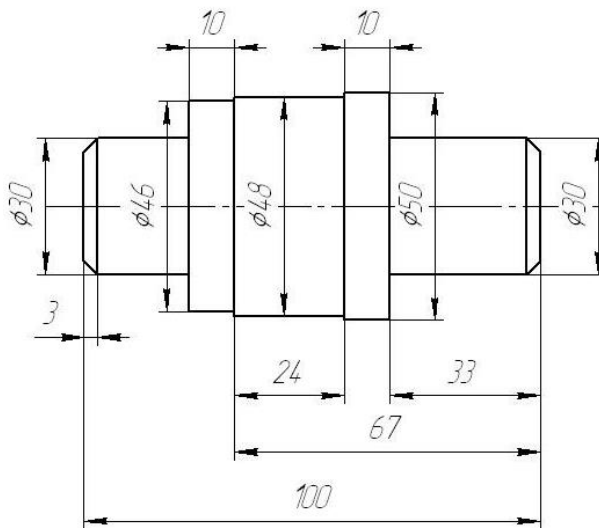

Рисунок 13.1 – Ескіз моделі «Вал»
- Побудувати вузол, що складається з деталей, зображених на рис. 13.1, 13.2, 13.3, 13.4, 13.5, 13.6, 13.7;